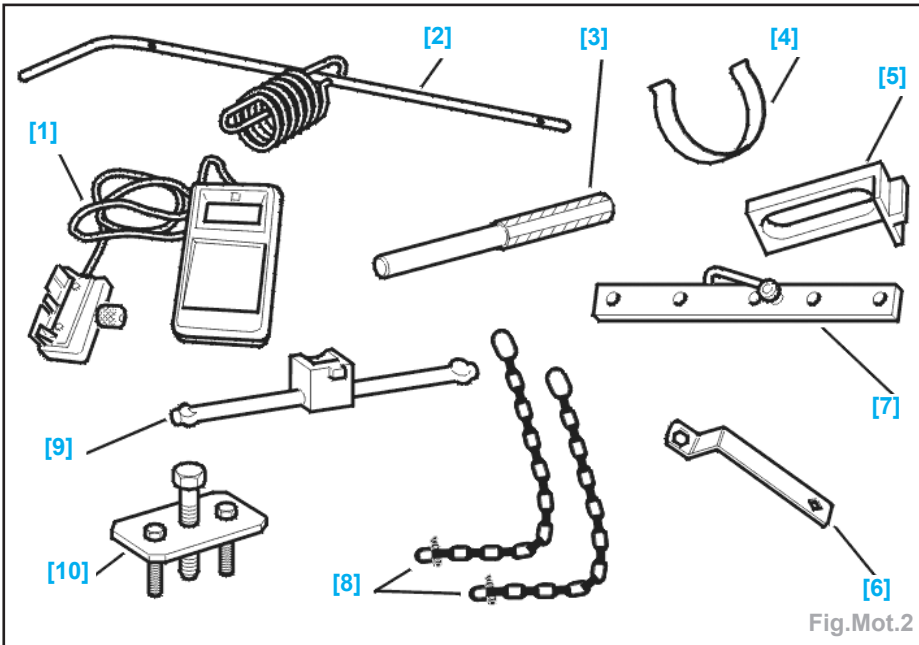

Fig.Mot.2
- Outils nécessaires (Fig.Mot.2)